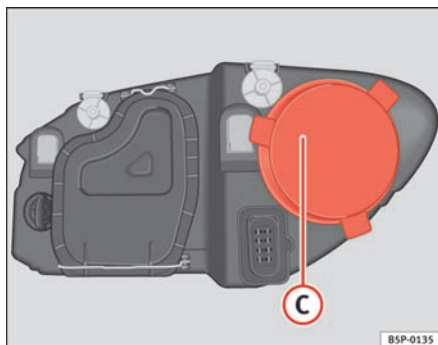

Fig. 191 Fjernlys
- Træk dækslet ⇒ fig. 191 C af.